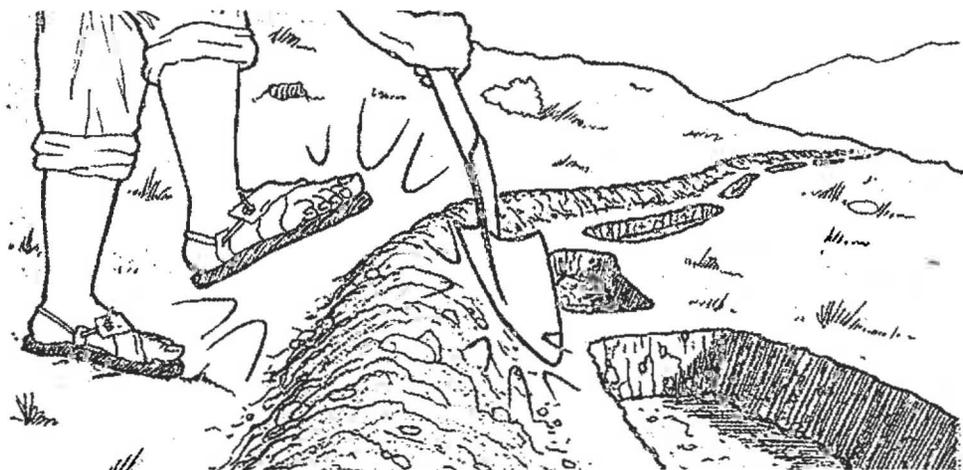

Figura 5. Acequia colectora de agua con barrera muerta de tierra. La tierra se compacta para que no caiga en la acequia. Fuente: JALDA 2003.
3. Los canales deberán diseñarse con un regulador de gasto para desalojar los excesos de agua y reducir el riesgo de rupturas del bordo en lugares no deseados. Así, en los últimos 9 a 12 m del canal se trazará la rasante a nivel y sin bordo libre (Figura 5).